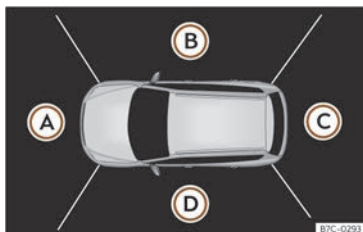

Fig. 138 Visualització del sistema de visió perifèrica: perspectiva aèria.
>>> **fig. 138:**
Combinant les imatges de totes les càmeres es genera la perspectiva aèria >>> **fig. 138**. La perspectiva aèria es pot seleccionar prement sobre el vehicle dins de la zona.
Prement sobre les diferents àrees >>> **fig. 138** (A) a (D) de la perspectiva aèria o de la perspectiva aèria reduïda, es pot seleccionar i fixar la vista corresponent, que quedarà destacada en color taronja.
A la pantalla del sistema d'Infotainment es mostra la perspectiva aèria >>> **fig. 138**. Si es prem la tecla circular a més de 15 km/h (9 mph), no s'hi mostrarà la imatge.